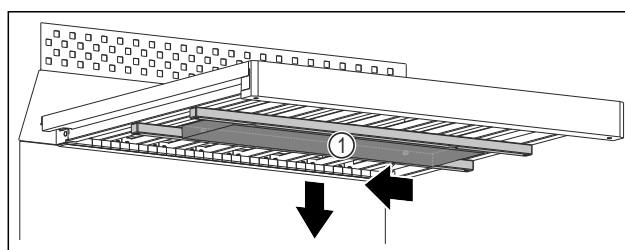

Fig. 111
- Waterbak Fig. 111 (1) naar links schuiven.
- Waterbak Fig. 111 (1) naar onderen toe wegnemen.